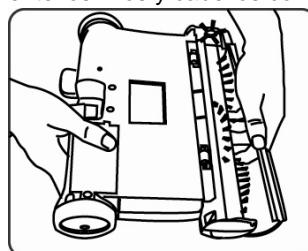

Fig. 12
- De vez en cuando, quite la cubierta transparente del cepillo del frente de la barredora y saque la acumulación de pelusa, pelos o fibras del cepillo giratorio. Para quitar la cubierta, agárrela por debajo, tire hacia fuera y hacia arriba hasta que se desenganche de las ranuras laterales y de las pestañas de la parte superior. Corte cuidadosamente los hilos y cabellos con una tijera. (Fig. 12)